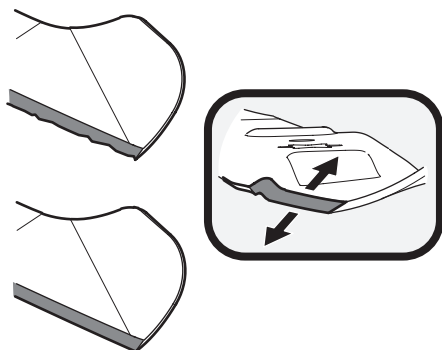

Figura 4-7
4. Para afilar las cuchillas de corte correctamente, extraiga cantidades iguales de metal de ambos extremos de las cuchillas a lo largo de los bordes cortantes, paralelo al borde de caída, a un ángulo de 25° a 30°. Afile siempre cada borde de las cuchillas de corte de forma pareja para mantener un equilibrio adecuado entre las mismas. Vea la Figura 4-7.